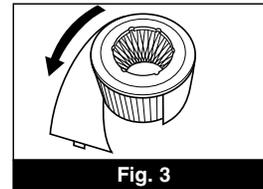

Fig. 3
**Paso 7:** Enrolle cuidadosamente el prefiltro alrededor del filtro HEPA de modo que los extremos queden juntos (Fig. 3). Una los extremos con el sujetador provisto.